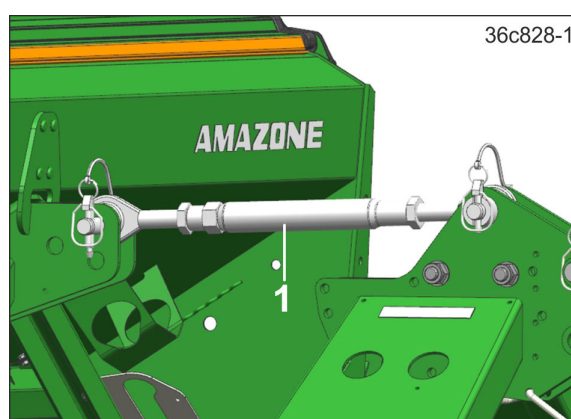

Fig. 137
11. Enlever le bras supérieur (Fig. 137/1).